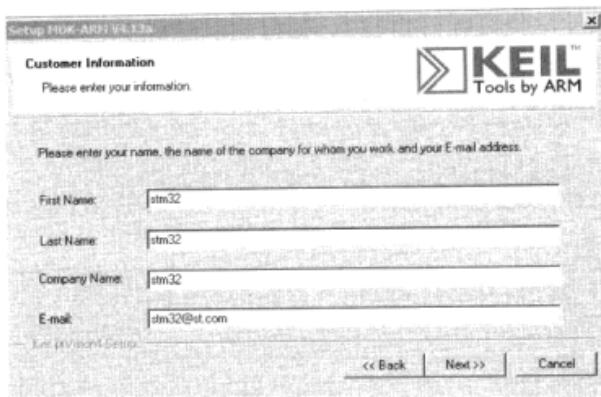

图 4.4.4 填写 Keil MDK 安装信息
④ 单击 Next, 填写用户信息, 个人用户随意填入即可, 如图 4.4.4 所示。